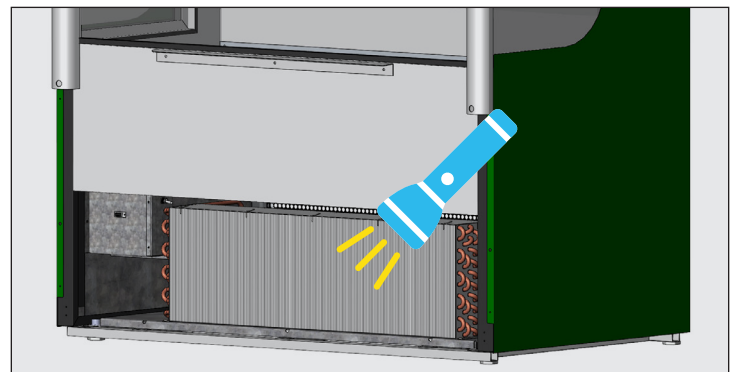

Fig. 5. Vérifiez que toutes les obstructions ont bien été éliminées.
4. Une fois la saleté retirée de la surface du serpentin, utilisez une lampe torche pour vérifier que vous pouvez voir à travers le serpentin et observer la lame du ventilateur du condenseur. Voir fig. 5.